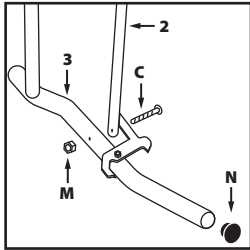

Fig. 4
- Seleccione los componentes etiquetados como **2 y 3**. Una el **2** al **3** usando las fijaciones **C y M (Fig. 4)**.